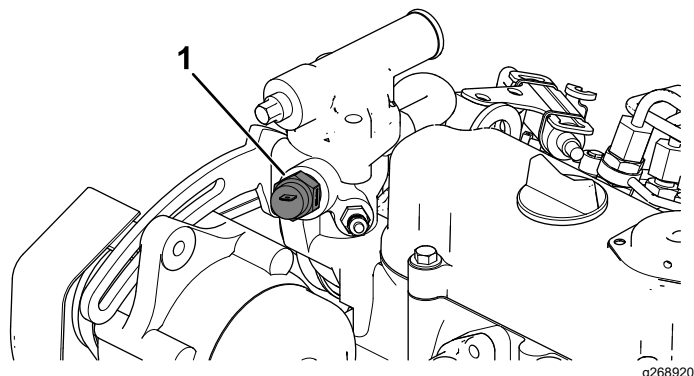

Figura 14
- A. Retire el interruptor de temperatura del alojamiento del termostato (Figura 14).